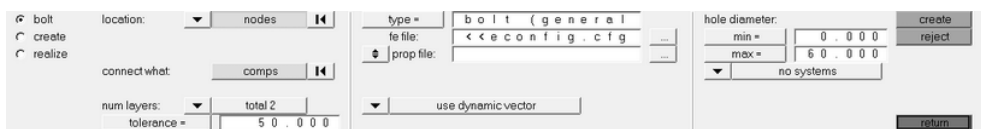

图 6-59 设置 type
(5) 将 tolerance=设置为 50，这样 connector 会自动连接距离其 50 以内的任何已选择的对象。
(6) 将 type=设置为 bolt (general)，如图 6-59 所示。